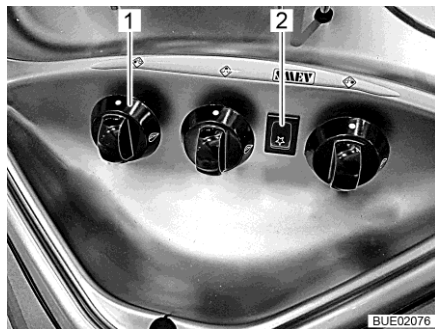

Fig. 228 Boutons de commande pour le réchaud à gaz
- Tourner le bouton tournant (Fig. 228,1) du brûleur désiré en position d'allumage (grande flamme).
- Appuyer sur le bouton d'allumage (Fig. 228,2). Le brûleur produit des étincelles.